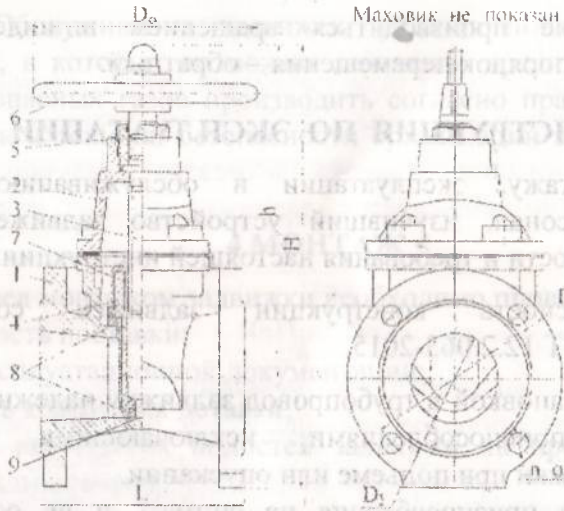

Рисунок 1
1.3 Основные габаритные и присоединительные размеры показаны на рис.1,2,3 и в таблице 2
остальное см. рисунок 1